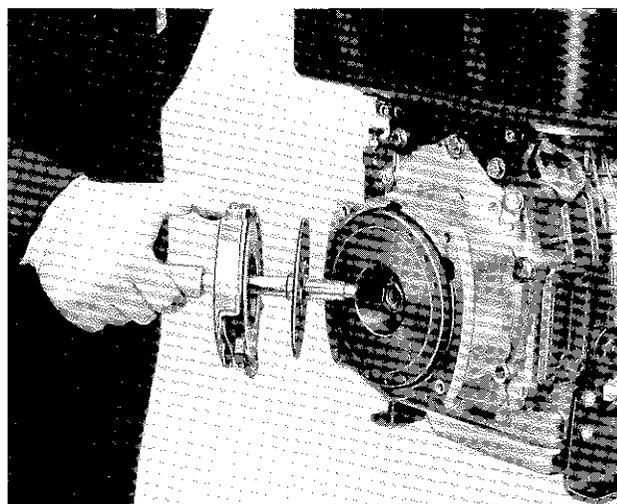

Fig. 2 - Montaggio frizione
- fissare sul volano (coppia di serraggio viti 0,8 Kgm) il meccanismo 1 completo di disco 2, mantenendo in guida il disco, con la spina di centraggio 3.7981.071 (vedi fig. 2);